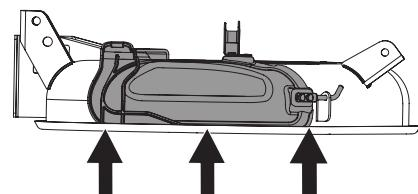

Figura 5
**IMPORTANTE:** Asegúrese de que la parte inferior del tapón para abono esté instalado abajo, en el interior del borde de la abertura de la plataforma, como se muestra en la Figura 5.